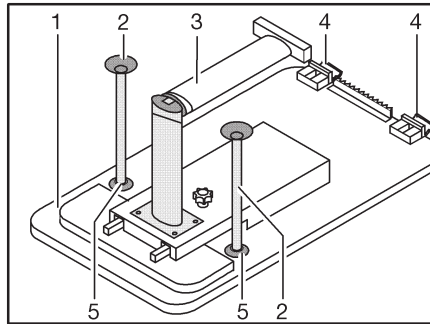

Fig. 74 Base de cama
- Levantar ligeramente por delante el tablero de la mesa (Fig. 74,1).
- Desbloquear en la articulación la pata de la mesa (Fig. 74,3) y plegar.
- Girar el tablero de la mesa aprox. 45° hacia arriba y desenganchar los soportes (Fig. 74,4) de la guía de sujeción superior.
- Según el modelo, encajar los dos pies de apoyo adicionales (Fig. 74,2) en los alojamientos (Fig. 74,5) en el lado inferior del tablero de la mesa.